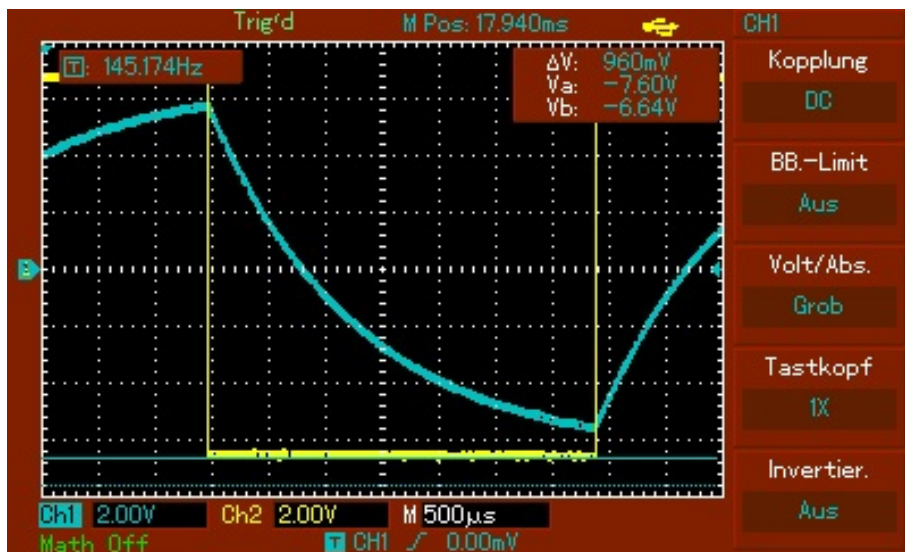
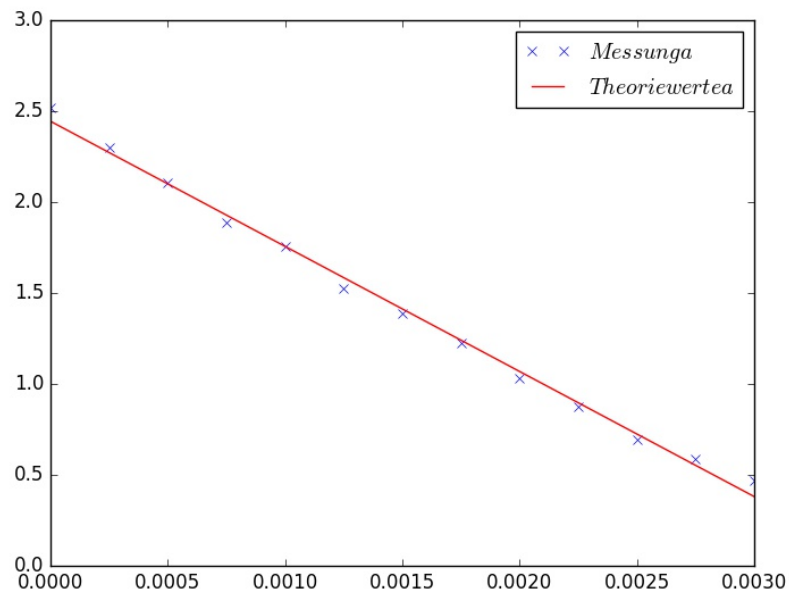

Abbildung 1: Thermodruck der in Messung x.x betrachteten Entladekurve
Abbildung 2: gemessene Werte für U_C aufgetragen gegen die Zeit t
In dem ersten Teil des Versuches wird mit dem Oszilloskop die Entladekurve des sich im RC-Kreis befindenden Kondensators betrachtet. Dem in Abbildung 1 zu sehenden Thermodruck werden dabei 13 Wertepaare entnommen und in den Graphen (Abbildung 2) eingetragen. Mithilfe einer linearen Regression nach Formel (1) kann dann die Steigung ermittelt werden, deren Kehrwert im Betrag der Zeitkonstante RC entspricht.